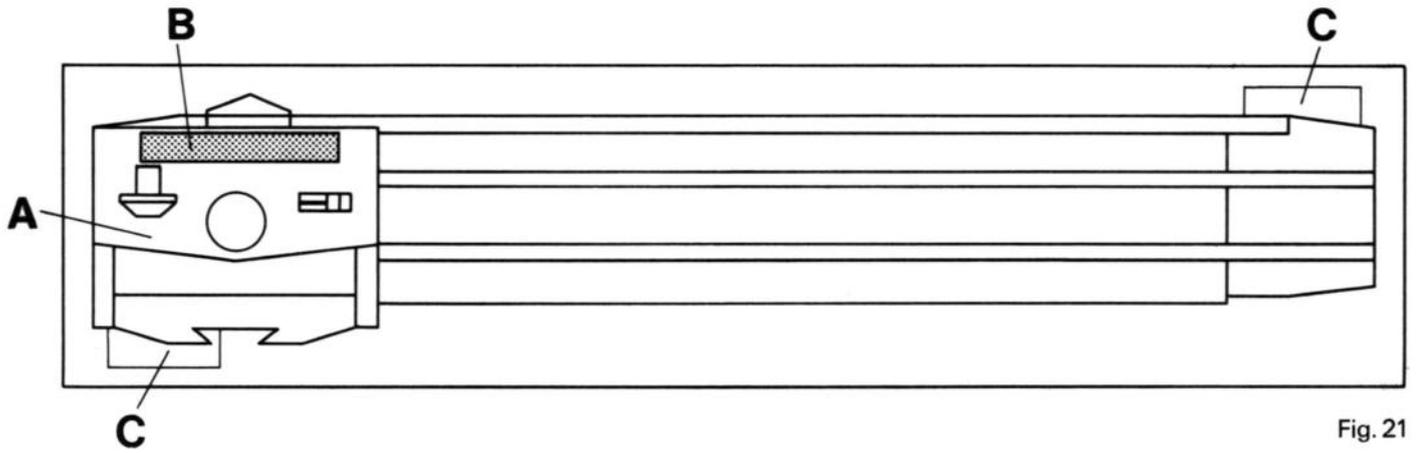

Fig. 21
Schloss (A) steht links. Am Handgriff (B) fassen und in die Mitte schieben. Dann Apparat aus der Schachtel heben: **Nicht** am Handgriff (B) anfassen, sondern am Körper (C) rechts hinten und links vorn, bei den Aussparungen in der Schachtelwand, Fig. 21.